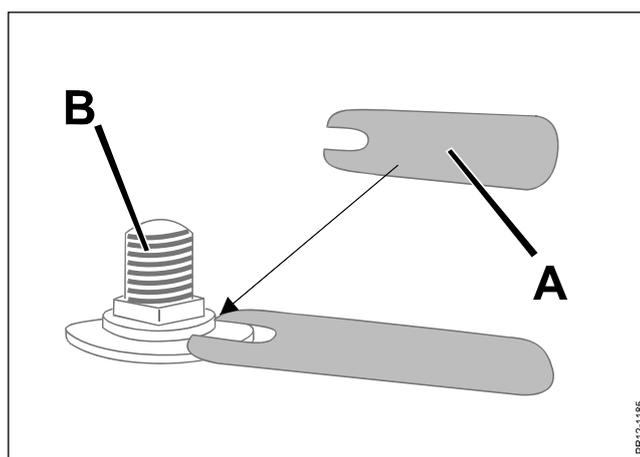

Fig. 5-8
- c) le diamètre du trou est inférieur à 15 mm (voir aussi ci dessous fig. 5-8).
- Fig. 5-8 Lors du remplacement des couteaux, contrôler régulièrement tous les boulons des couteaux **B** sur les disques avec la jauge **A** (dans le lot des pièces détachées).